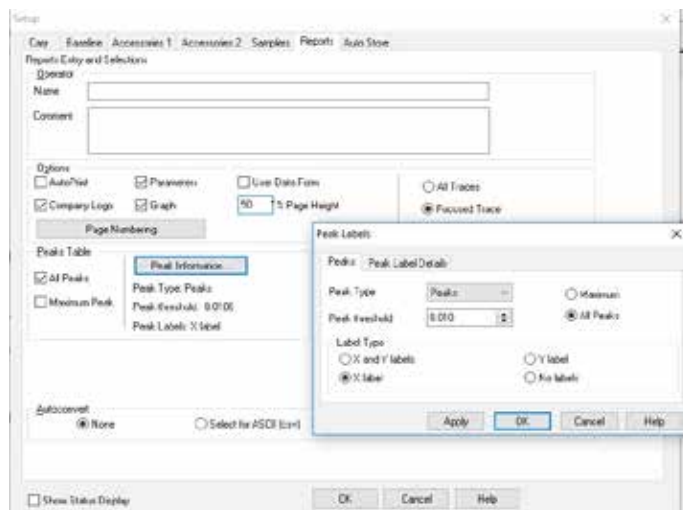

Abbildung 1: Einstellung für Peakmarkierungen im Einstellungs Menü der Cary WinUV Software.
- Peakinformation: Schwellenwert: 0,010 für Peaks, Markierung auf der x-Achse (Abbildung 1)